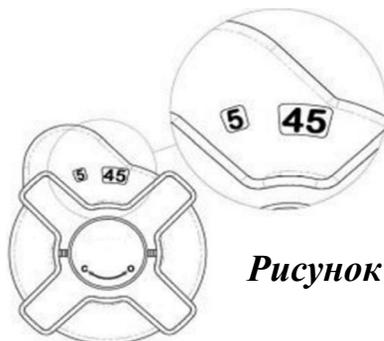

Рисунок 2
- Поворачивая рукоятку клапана против часовой стрелки, установите необходимый расход теплоносителя согласно данным, представленным в разделе «Гидравлические характеристики» (рис. 2).